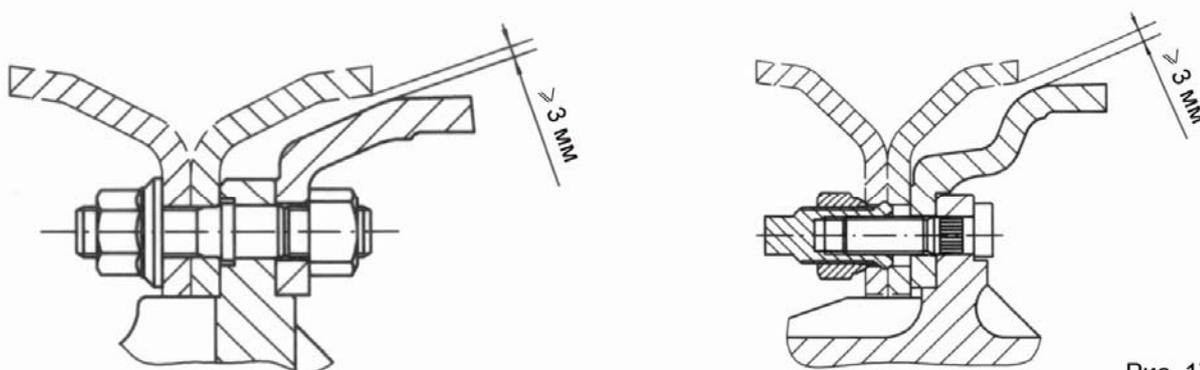

Рис. 17
- (4) Задняя гайка внутреннего тормозного барабана блокируется автоматически, ее необходимо заменять после того, как колесо было установлено и снято 2 раза.
- (5) Обод колеса и тормозной барабан не должны соприкасаться. Радиальный зазор между ободом колеса и тормозным барабаном указан на Рис. 17.